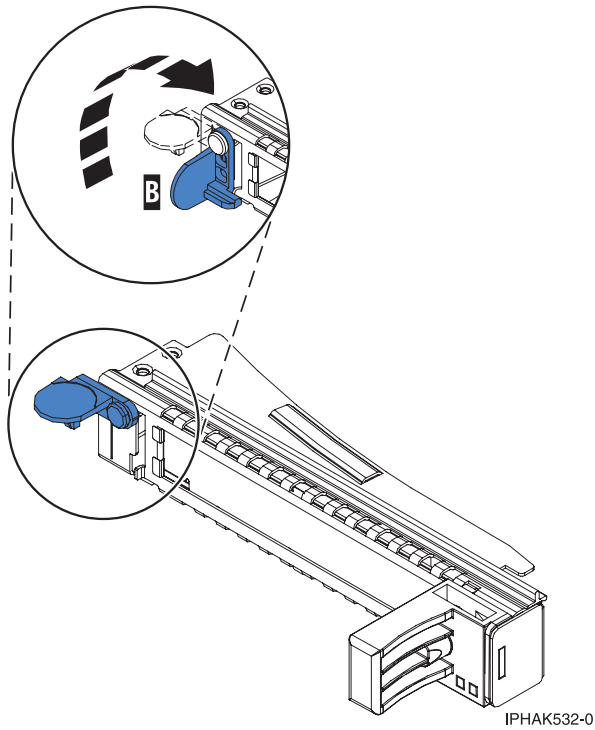

Figure 51. Ouverture du levier de blocage de la contre-poupée
- a. Pour débloquer la contre-poupée d'obturation, faites pivoter le taquet **(B)** sur l'extrémité de contre-poupée de la cassette, comme illustré dans la figure 51, à la page 48.